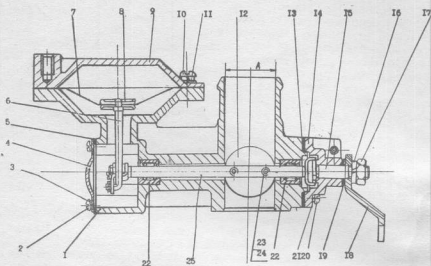
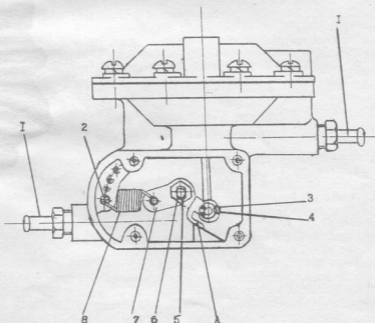

Рис. 1. Дозатор газа:
Рис. 2. Дозатор газа:
15. Смазать подшипники 22 (рис. 1) запрессовать их в корпус дозатора 1 при необходимости. Применять смазку ЦИАТИМ-201 ГОСТ 6267-74. (Верстак, оправка для запрессовки подшипников в корпус дозатора $D=15$ мм $d=7,9$ мм, $L=80$ мм, молоток, емкость, лопатка).
21. Присоединить тягу 6 (рис. 1) диафрагмы к рычагу 7 (рис. 2), одеть шайбу 4 и зашплинтовать. Применять шплинт 1,6 × 10 мм ГОСТ 397-79. (Отвертка 5,5 мм пассатижи).
23. Установить дроссельную заслонку 12 (рис. 1) на ось 25, ввернуть и затянуть винты 23 в сборе с пружинными шайбами 24. (Отвертка 5,5 мм).
отверстия А (рис. 1) на крайних точках — не более 1,5 мм регулировку производить отгибанием упора А (рис. 2).